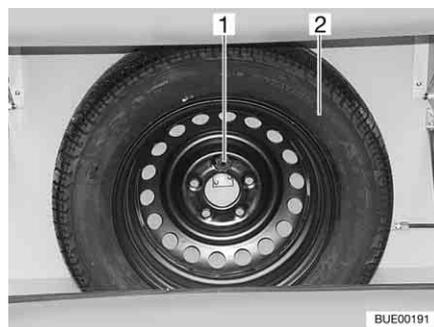

Bild 236 Ersatzrad-Halterung
Die Ersatzrad-Halterung ist im Gaskasten angebracht. Das Ersatzrad (Bild 236,2) ist gegen Aufpreis erhältlich.
- Schraube (Bild 236,1) lösen.
- Ersatzrad (Bild 236,2) entnehmen.